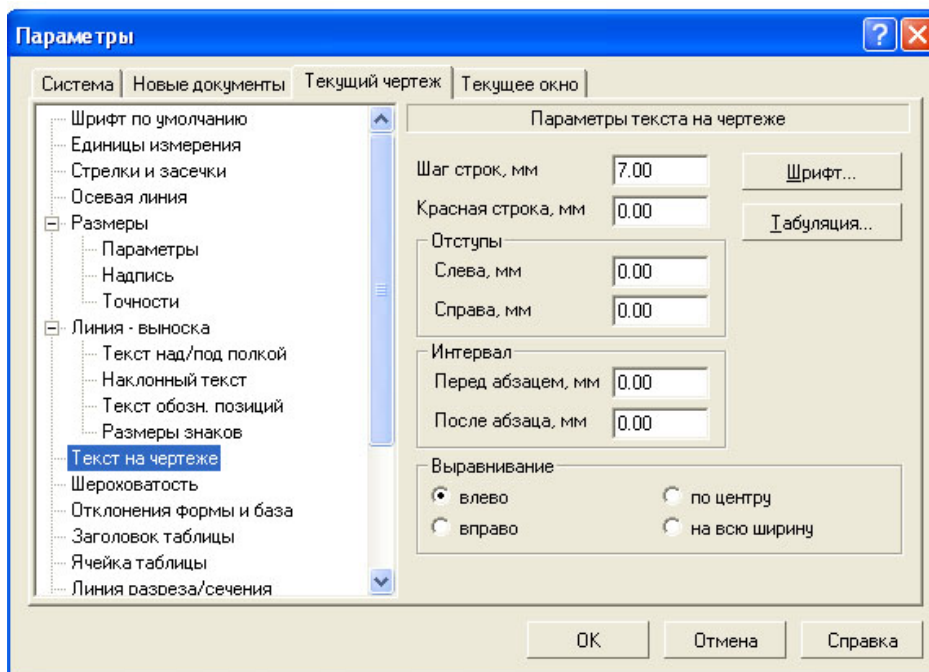

Рисунок 1
2.1 Задайте параметры текста на чертеже по умолчанию. Для этого вызовите команду **Сервис⇒Параметры...** и выберите закладку **Текущий чертеж**. В результате появится диалоговое окно Параметры (рисунок 1)